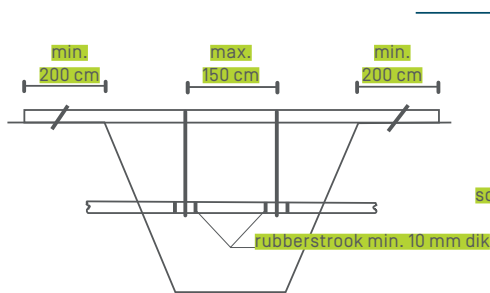
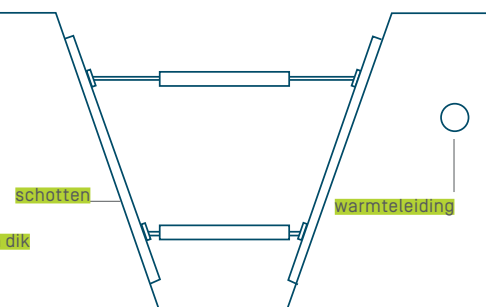

fig. 2 - buisophanging bij ondergraving of grondverzakking
fig. 3 - stempeling van sleufwanden
3. Indien de warmte-installatie gevaar loopt beschadigd te worden (breuk, enz.) door een terreinverzakking, moeten aangepaste maatregelen genomen worden (zie bijvoorbeeld fig. 2 en fig. 3) en moet de warmtedistributienetbeheerder onmiddellijk verwittigd worden. Indien een buis moet opgehangen worden, dient een rubberen band geplaatst te worden tussen de buis en de hangbeugel om de buis of haar bekleding niet te beschadigen (zie fig. 2)